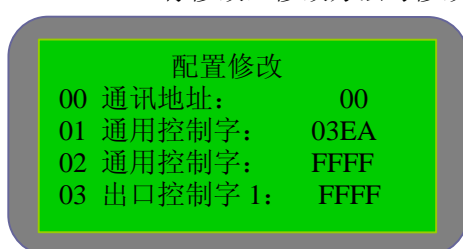

图 5-4-2
- 2) 配置：在“设置”中选择“配置”，进入图 5-4-2 所示界面，修改配置方法与修改定值相同，固化配置的密码为 8888。
- 3) 标变：在“设置”中选择“标变”，进入图 5-4-2 所示界面，可以对各项标变进行修改，修改方法与修改定值相同，固化标变的密码为 8888。